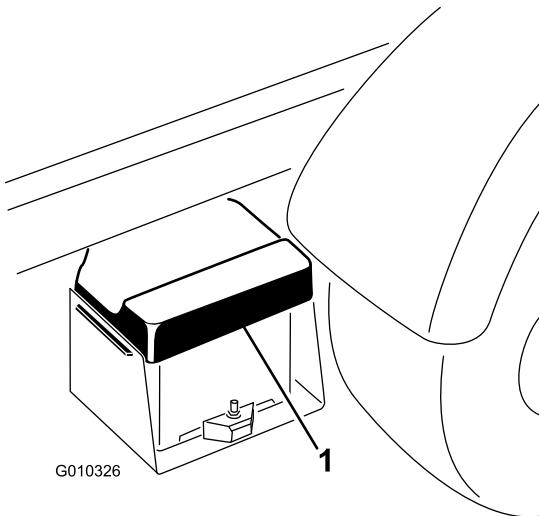

Figura 10
- A. Aperte a tampa da bateria para libertar as patilhas da base da bateria (Figura 10).
- B. Retire a tampa da bateria da base (Figura 10).
- Aperte a tampa da bateria, alinhe as patilhas com a base da bateria e solte a tampa da bateria (Figura 10).